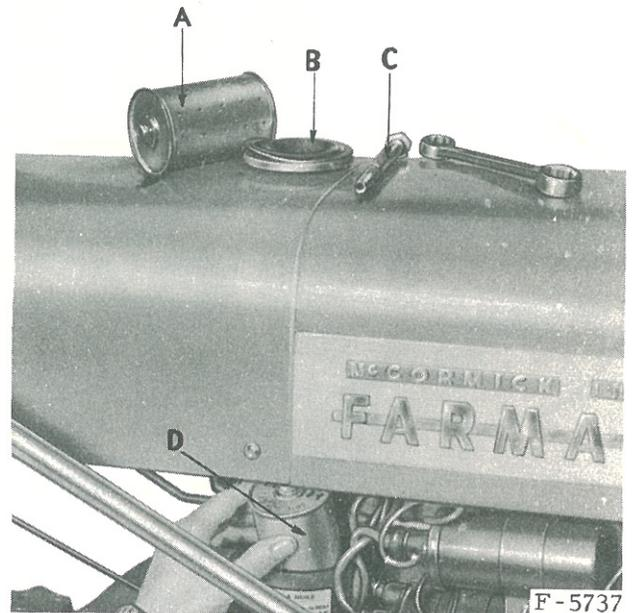

Figure 20
3. Essayez le couvercle "B" du filtre (figure 20) pour empêcher les saletés de tomber éventuellement dans le corps du filtre.
4. Dévissez et retirez la tige "C" et son joint (figure 20).
5. Soulevez et retirez le couvercle "B" du filtre et son joint (figure 20).